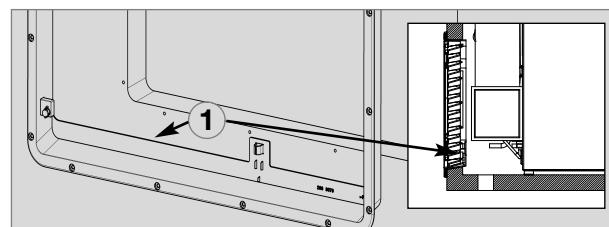

Fig. 17
- ① rejilla de ventilación LS 100 o LS 200
- ② rejilla de ventilación LS 200
**El quemador de gas debe encontrarse encima del canto (1, Fig. 17) .**